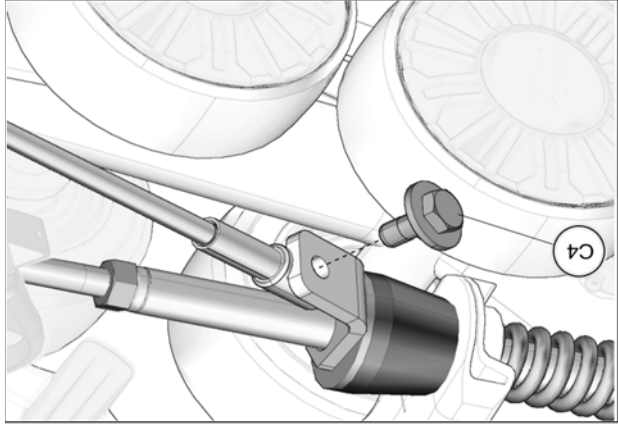

Fig. 30
21. Tourner légèrement le volant dans le sens contraire jusqu'à ce que le câble puisse être fixé à la plaque de support en utilisant le boulon (C4) fourni. Serrer à un couple de 35 N•m [24 lb•pi]. Voir la Fig. 30. Effectuer le même exercice du côté droit.